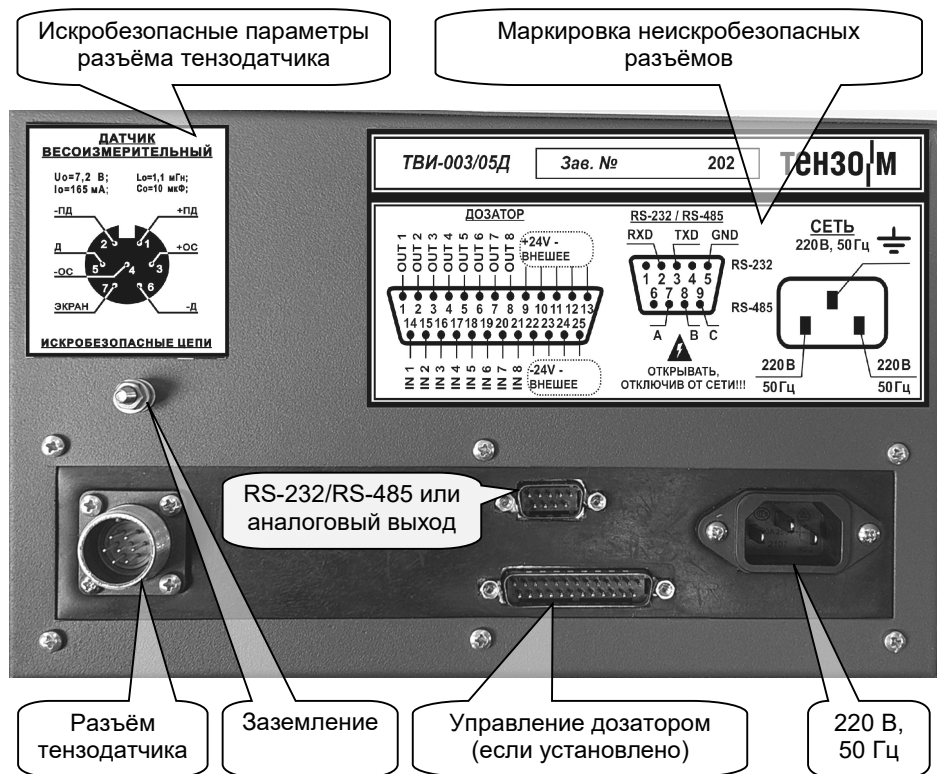
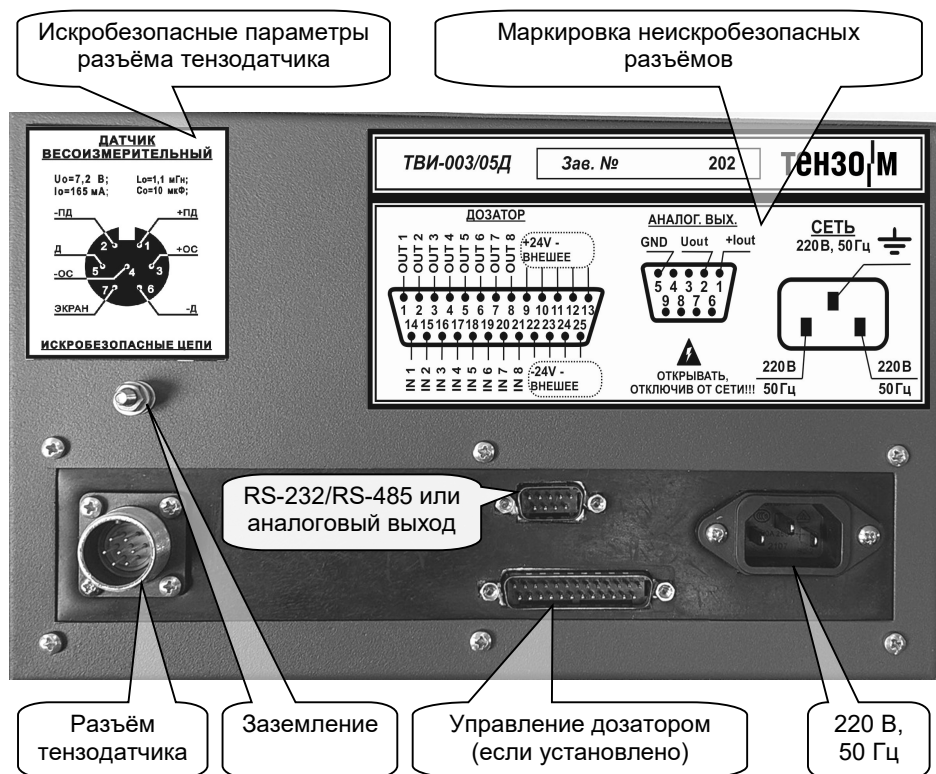

Рис. 8.2. Внешний вид сзади Преобразователя с установленным модулем цифрового интерфейса.
Рис. 8.3. Внешний вид сзади Преобразователя с установленным модулем аналогового выхода
На Рис. 8.2 изображён внешний вид сзади Преобразователя с установленным модулем цифрового интерфейса.
На Рис. 8.3 изображён внешний вид сзади Преобразователя с установленным модулем аналогового выхода.
9.3. Подключить кабель от грузоприёмного устройства весоизмерительной системы к разъёму для подключения датчика весоизмерительного ТВИ-003/05Д (см. Рис. 8.2, стр. 15).
9.5. Если предполагается использовать последовательные интерфейсы, аналоговый выход или дискретные входы/выходы, подключите внешние устройства весоизмерительной системы к соответствующим разъёмам (см. Рис. 8.2, стр. 15 и Рис. 8.3, стр. 16).